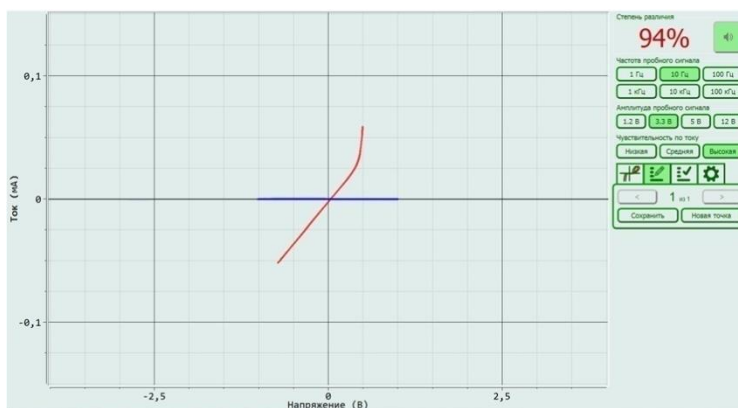

Рисунок 4. Внешний вид вкладки создания плана тестирования
1. Для создания плана тестирования вставьте USB flash-накопитель в разъем USB на передней панели и перейдите в соответствующую вкладку на экране (Рисунок 4).